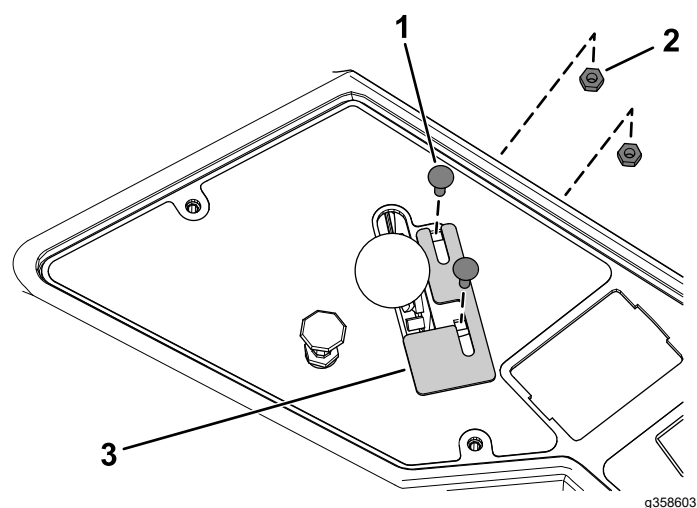

Figura 21
3. Sujete provisionalmente la placa del acelerador nueva y la palanca del acelerador al panel de control con 2 pernos de cuello cuadrado (Nº 10 x 5/8") y 2 contratuercas (Nº 10), como se muestra en la Figura 21.